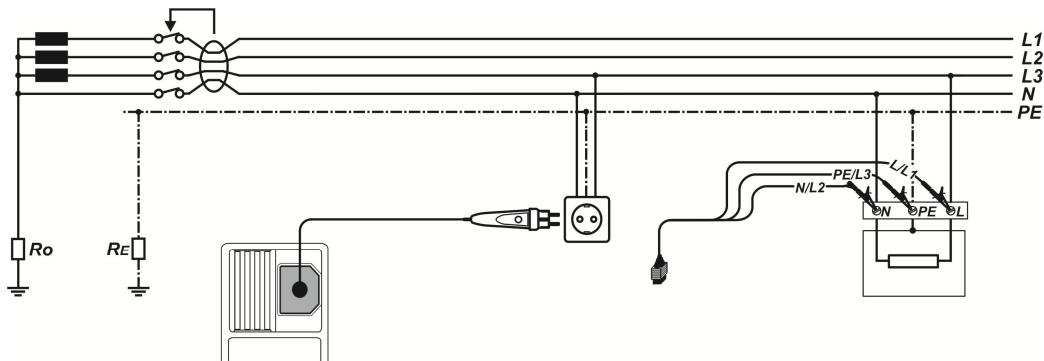

Abbildung 5.17: Anschluss des optionalen Commander-Prüfsteckers (044149) und der 3-Leiter-Prüfleitung
- Kontaktieren Sie die Prüfleitungen an das Prüfobjekt (siehe Abbildung 5.17).